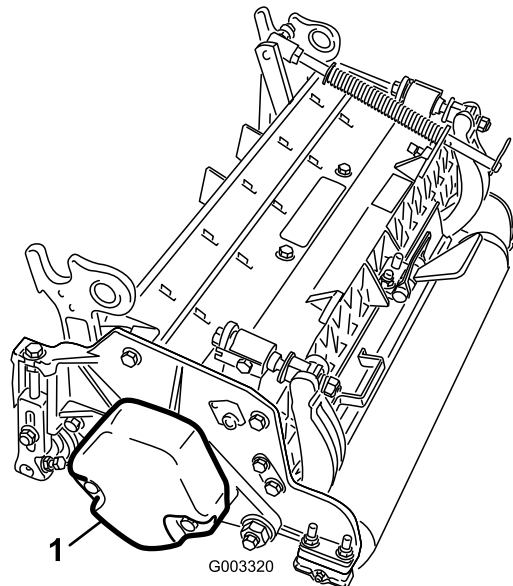

Figure 4
- Veillez à monter le contrepoids (Figure 4) du bon côté de l'unité de coupe, comme expliqué dans le *Manuel de l'utilisateur* de l'unité de coupe.